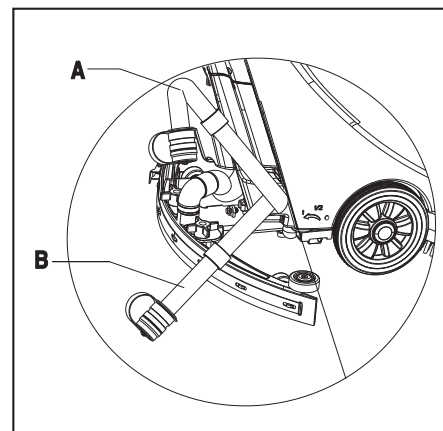

FIGURA 13
2. Levante el conjunto de la escobilla (14).
4. Tome el mango (2) e incline suavemente la máquina hacia atrás hasta que la rueda de guía toque el suelo.
5. Retire la manguera de drenaje de la pinza, doble el extremo superior de la manguera de drenaje (A, Figura 13), y luego retire el tapón de la manguera de drenaje. Baje la manguera a un nivel bajo o en el suelo para drenar el agua. Alternativamente, coloque la manguera de drenaje en una posición baja o en el suelo para que la salida de agua quede boca abajo (B, Figura 13), y luego torcer abriendo la tapa de drenaje para drenar el agua residual del depósito. Una vez completado el drenaje, enjuague el interior del depósito de recuperación con agua limpia.
Al drenar el agua residual, la manguera de drenaje debe ser doblada o bajada a una posición más baja (Figura 13 A o B), y la tapa retirada para drenar las aguas residuales. No permita que se abra la manguera de drenaje hacia arriba, ya que podría mojar al usuario.